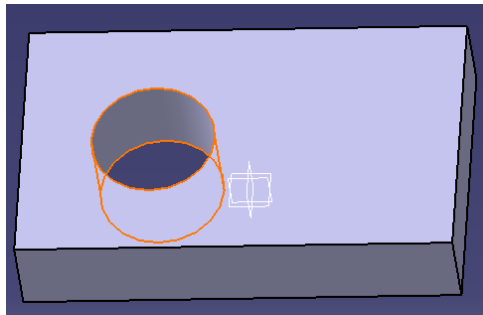

图 3-11
(4) 点击 OK 键后，在垂直方向生成了一个孔（见图 3-11）。